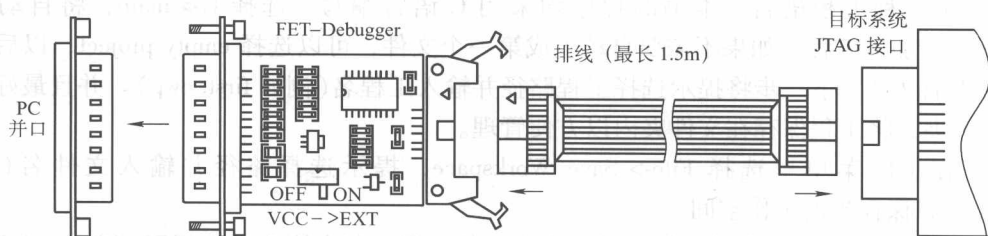

图 1.2.3 FET-Debugger 的连接
6) 连接 FET-Debugger，见图 1.2.3。“FET”的含义是“Flash 仿真工具”(Flash Emulation Tools)。在 MSP430 单片机内部，自带了下载程序的接口(JTAG 接口)。通过单片机的 4 根专用管脚与 PC 的并口(打印机接口)相连即可向单片机下载程序。除了下载程序外，通过该接口还能查看和更改 CPU 的各种寄存器与 RAM 内容、能够暂停 CPU 运行，从而能够实现仿真和调试功能。MSP430 单片机需要 3V 逻辑电平，PC 并口是 5V 逻辑电平，FET Debugger 实际上是一个电平转换器，在 PC 并口和 MSP430 单片机的 JTAG 接口之间起了数据桥梁作用。由于每次调试都要写单片机的 Flash 代码存储器，调试完毕单片机就可脱机工作，“Flash 仿真工具”因此得名。除此之外，FET Debugger 还能从计算机并口上窃取 10mA 左右的电流，提供给目标系统用。在大部分应用中，足够 MSP430 单片机系统使用，在调试过程中不需自备电源为目标板供电。